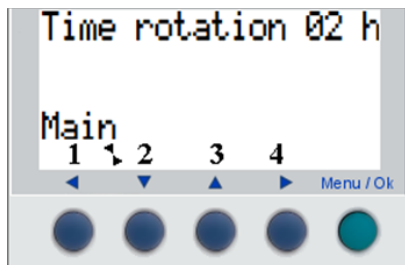

Рисунок 3. Окно задания времени ротации установок.
1) Время ротации установок (часы) (Рисунок 3).